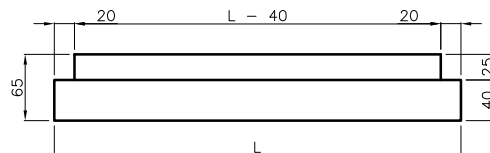

Fig. 3
- I profili "battuta" si incastrano a scatto sui "mezzo montante" o sui profili "montante". Si consiglia di fare il taglio a 45° dove si incontrano verticale e orizzontale, altrimenti bisogna sagomare l'orizzontale (fig. 3) per nascondere la cava sul lato apertura